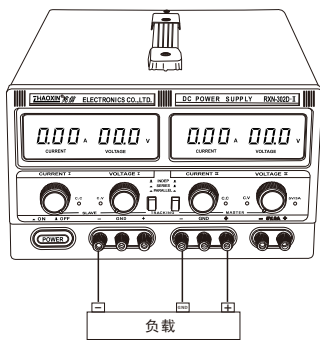

图 7
6. 正负直流电源，则如附图7 的接法，将主控的负端(黑色端子)当作共地点，则主控输出端正极对共地点，可得到正电压(主控表头显示值)及正电流(主控表头显示值)，而副控输出端负极对共地点，则可得到与主控输出电压值相同的负电压， 即所谓追踪式串联电压。